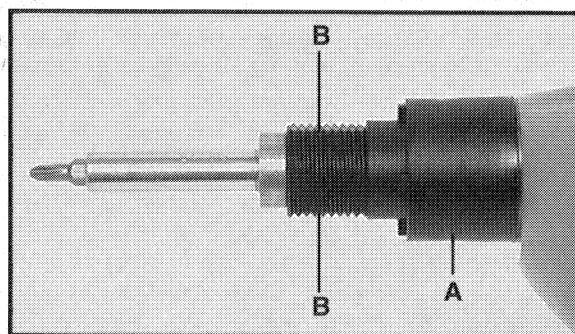

Fig. 6
Inspectez périodiquement, suivant l'usage, les mâchoires de l'embrayage du tournevis pour y relever tout signe d'usure. Pour ce faire, retirez le boîtier (A) Fig. 6, du mécanisme du tournevis du bloc moteur.
**REMARQUES :** Le carter d'embrayage est fixé au bloc moteur avec filets gauches. L'ensemble de butée de profondeur peut être déposé du carter d'embrayage afin d'exposer une série de « plats » de serrage (B), Fig. 6, sur le carter d'embrayage. Ces plats permettent l'utilisation d'une clé pour faciliter la dépose du carter d'embrayage.